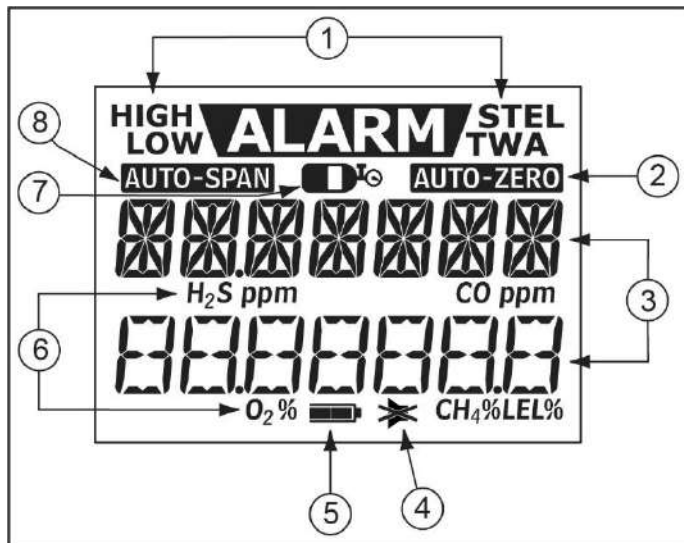

Рис. 2 Элементы дисплея
- Рис. 2 и табл. 4 описывают элементы дисплея газоанализатора.